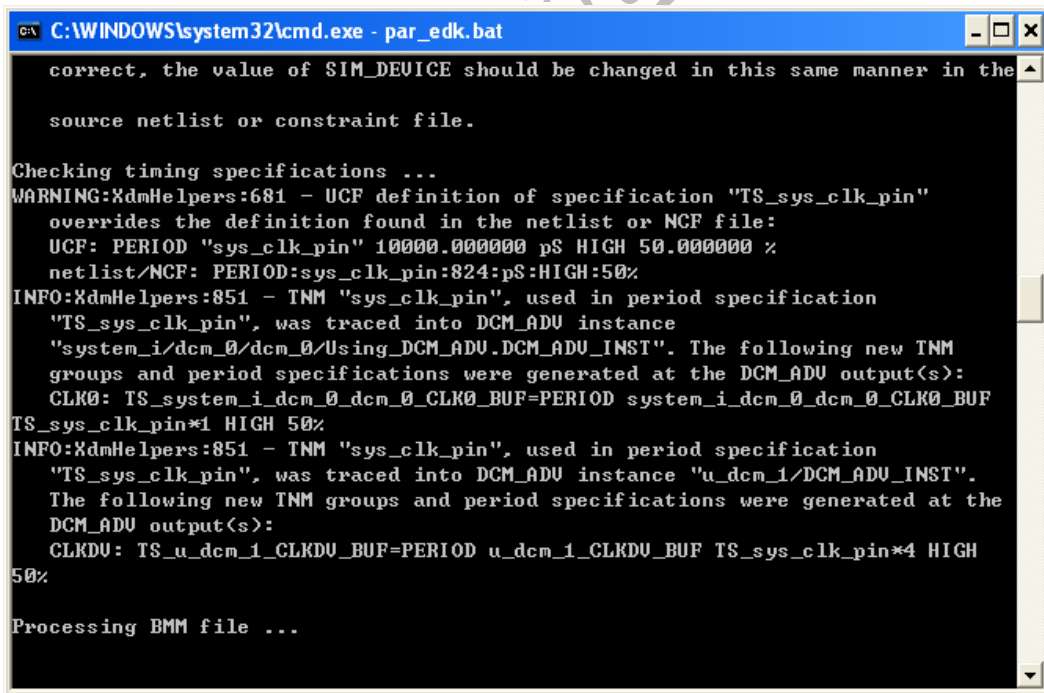

图 2.50 自动运行命令行的提示窗口
(6) 执行批处理文件后，会出现如图 2.50 所示窗口信息。